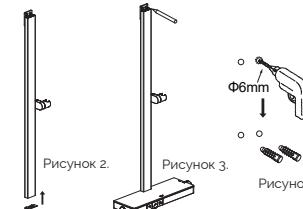

Рисунок 2.
- Установить резиновую прокладку в нижней части вертикальной стойки (Рис.2)